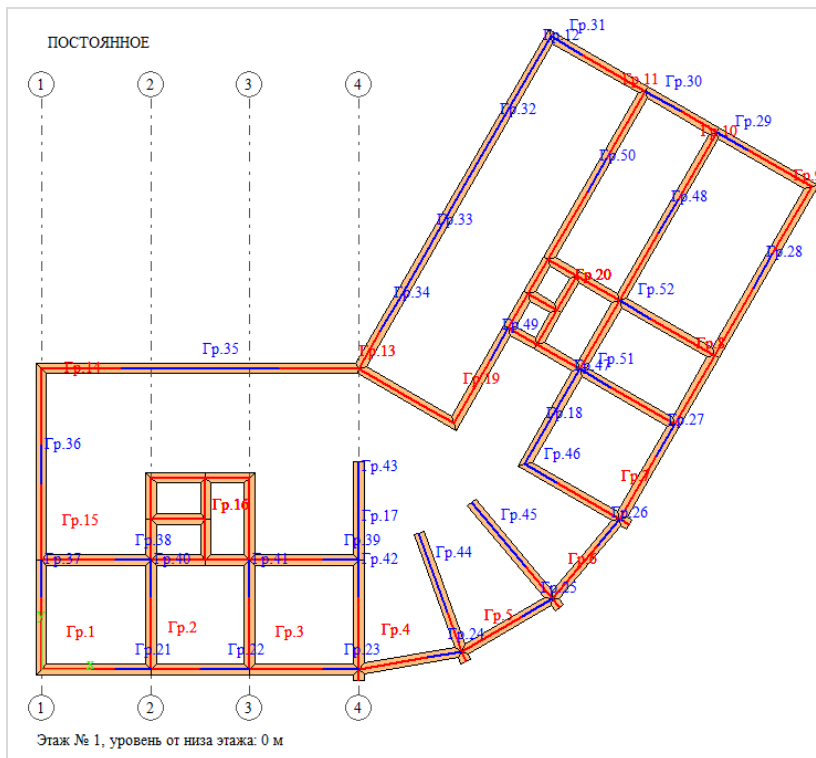

Рис. 10.6.1. Нумерация простенков, этаж №1, отметка 0.000
- Объедините участки простенков в группы с помощью меню **Схема** ⇒ **Группы участков простенков** ⇒ **Автоматическое объединение участков простенков в группы** (кнопка  на панели инструментов). При этом на экране автоматически прорисовуется схема и нумерация простенков (рис. 10.6.1).